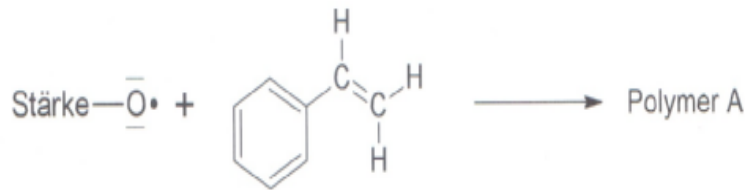

Abb.5: Reaktionsschema zur Bildung eines PS-Stärke-Kunststoff³
- 2 Styrol kann zur Herstellung eines Polystyrol-Stärke-Kunststoffs (PS-Stärke-Kunststoff) eingesetzt werden. Dabei wird die Stärke mit Kaliumperoxodisulfat behandelt. Die entstehenden Radikale reagieren mit Styrol zu einem Polymer (Abb. 5):
- 2.1 Formulieren Sie den Reaktionsmechanismus zur Bildung des in Abbildung 5 angegebenen Polymers A. [7 BE]